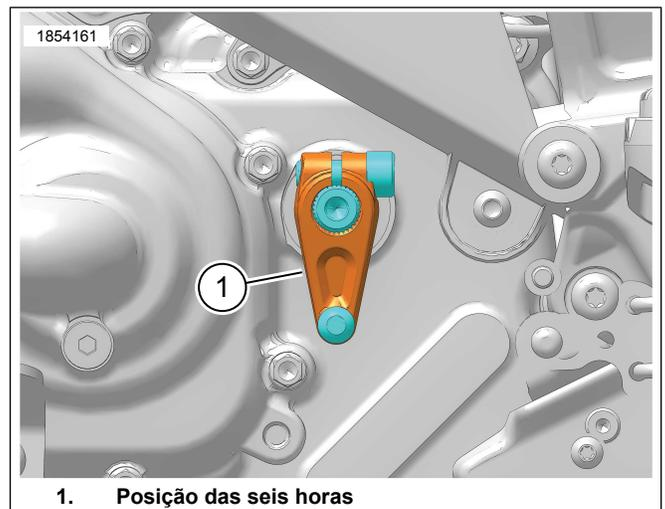

Figura 4. Posição Correta da Alavanca do Eixo da Caixa de Velocidades e Transmissão
Ver a Figura 4. Certifique-se de que a alavanca do eixo da transmissão está orientada na posição das seis horas (1).